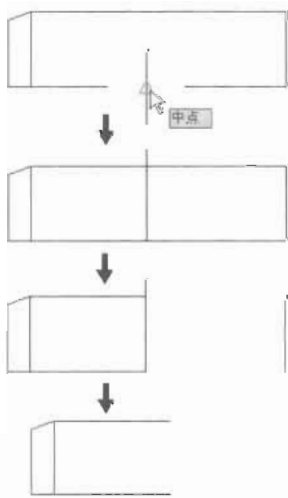

图 4-117
(7) 如图 4-117 所示, 过水平直线的中点绘制一条垂直辅助线, 然后把辅助线右侧的直线裁剪掉, 最后删除辅助线和最右边的垂直线。